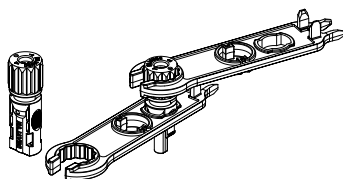

Bild 3.5 Stecker mit aufgeschraubter Überwurfmutter
c) Führen Sie den Kontaktstift in den oberen Teil des Steckverbinders ein und schrauben Sie die Überwurfmutter auf den oberen Teil des Steckverbinders (siehe Bild 3.5).